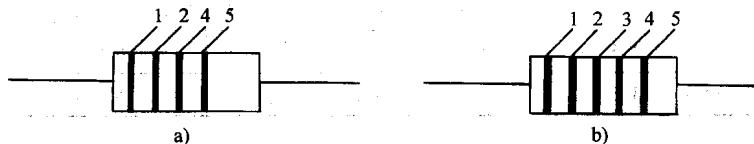

图 1-2 常用色环电阻器标记
(1) 标称阻值 标称阻值是电阻器的标称值，有两种标示方法，一种是直接用数字标出，另一种用色环或色点标出。图 1-2 为常用色环电阻器标记。表 1-3 为四环色环色点标示法的标示规则。表 1-4 为五环色环标示法的标示规则。